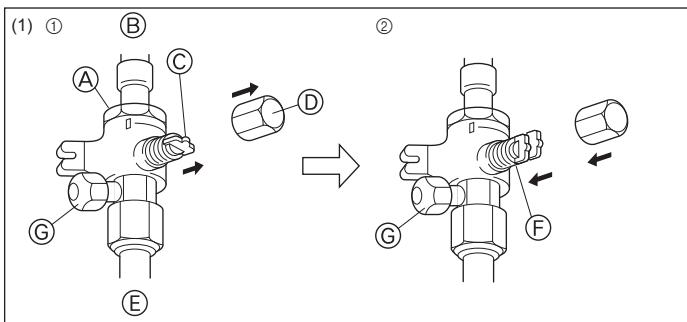
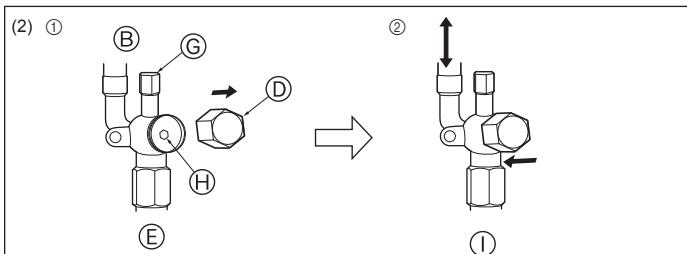

Fig. 4-9
Fig. 4-10
(1) Сторона с газом (Fig. 4-9)
- ① Снимите колпачок, потяните ручку на себя и поверните на 1/4 оборота против часовой стрелки для открытия.
- ② Убедитесь в том, что запорный кран полностью открыт, надавите на ручку и поверните колпачок в первоначальное положение.
(2) Сторона с жидкостью (Fig. 4-10)
- ① Снимите колпачок и поверните шток золотника против часовой стрелки до упора, используя для этой цели 4 мм шестиугольный гаечный ключ. Прекратите поворачивать шток в момент, когда тот достигнет стопора.